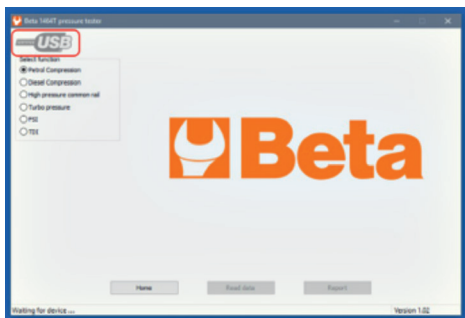
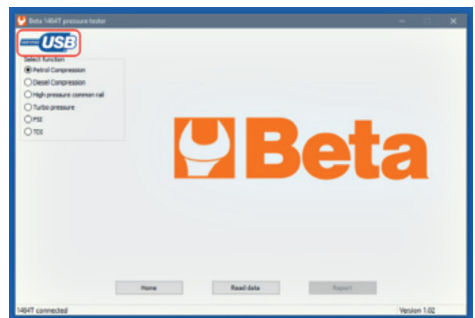

Abb. 2 (Tester 1464T nicht angeschlossen)
Abb. 3 (Tester 1464T angeschlossen)
- Das USB-Logo in der Ecke oben links zeigt an, ob der Tester 1464T erkannt worden ist. Siehe Abb. 2 und Abb. 3.